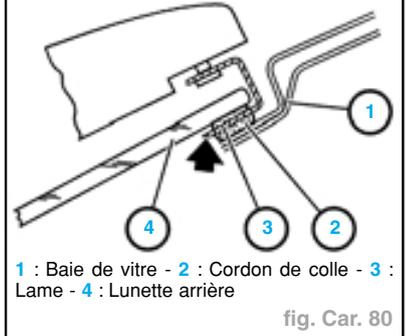

fig. Car. 80
- Monter sur l'outil la lame de 24 mm de longueur (fig. Car. 80).